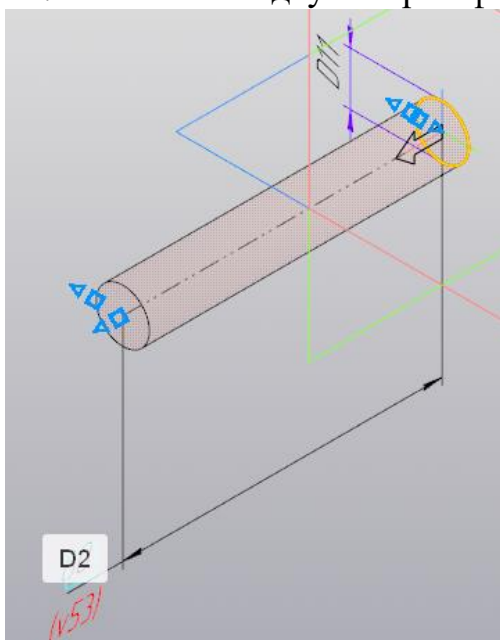

Рисунок 146.
3. Выполните **Операцию выдавливания** на расстояние **D2** (рисунок 146).